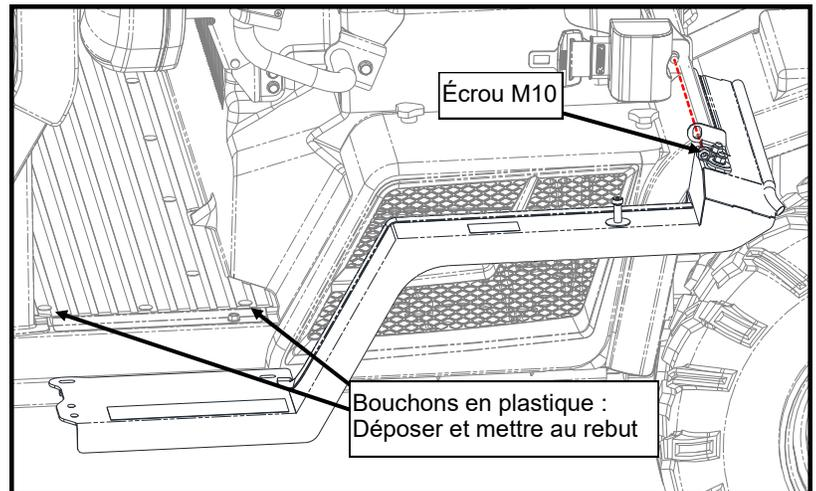
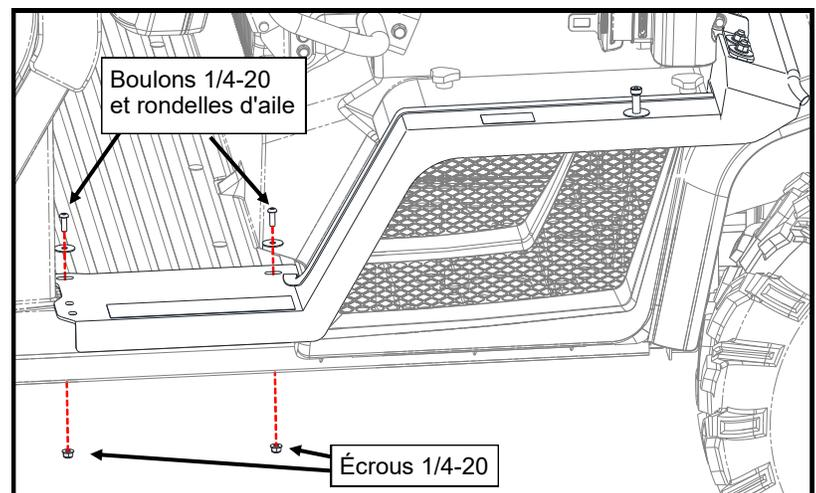

Figure 5.2 : Panneau d'aile arrière (côté conducteur illustré)
Figure 5.3 : Panneau d'aile arrière (côté conducteur illustré)
- 5.2 Retirer les deux bouchons en plastique illustrés du bac de plancher arrière. Retirer l'écrou M10 du rétracteur de ceinture de sécurité du siège arrière (voir Figure 5.2). Ne pas déposer le rétracteur de ceinture de sécurité ni les rondelles.
- 5.3 Faire glisser le panneau d'aile sous le cadre de ceinture de sécurité, sur le goujon de ceinture et à l'extérieur du rétracteur de ceinture (voir Figure 5.2). Poser deux boulons à tête creuse de 1/4-20 x 3/4 po et les rondelles d'aile à travers le plancher et les fixer avec des écrous 1/4-20 sous le bac de plancher (voir Figure 5.3). Ne pas serrer.